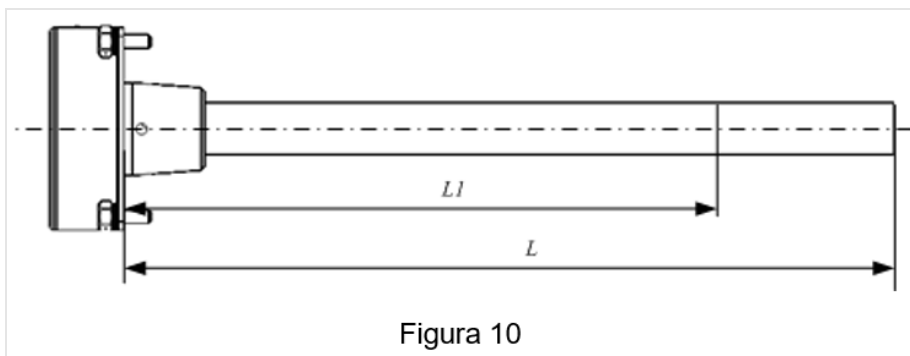

Figura 10
- 3) Corte el producto al largo de  $L1$  usando una sierra, de modo que la línea de corte esté estrictamente perpendicular al eje longitudinal del producto (Figura 10).